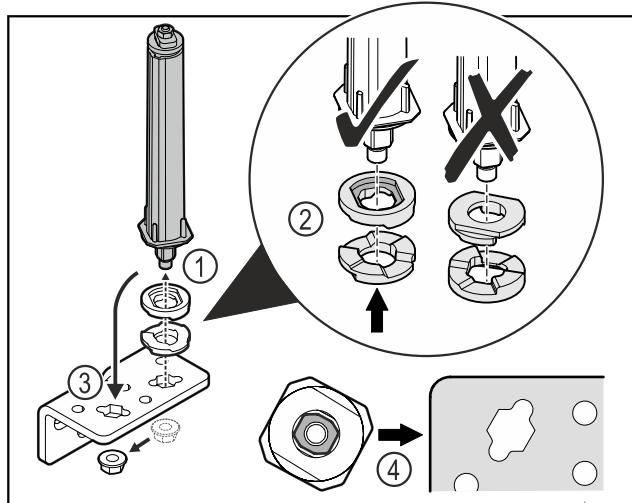

Fig. 40
- Lironi dadon dhe hiqni sistemin e mbylljes së derës Fig. 40 (1).
- Bëni kujdes për orientimin e saktë të rondelave të rregullimit të lartësisë Fig. 40 (2).
- Ktheni sistemin e mbylljes së derës në profilin e menteshës në anën tjetër dhe shtrëngojeni atë me dado Fig. 40 (3).
- Gjatë vendosjes, bëni kujdes për orientimin e saktë të sistemit të mbylljes së derës Fig. 40 (4).